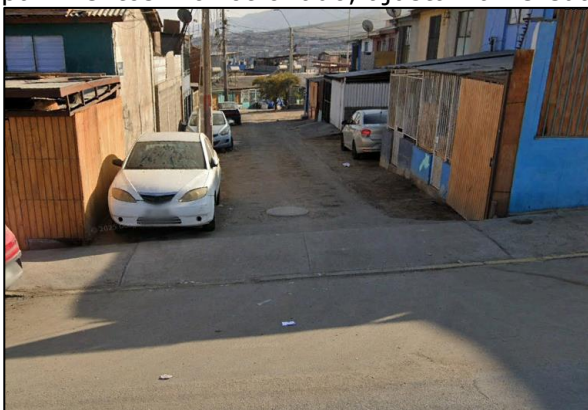
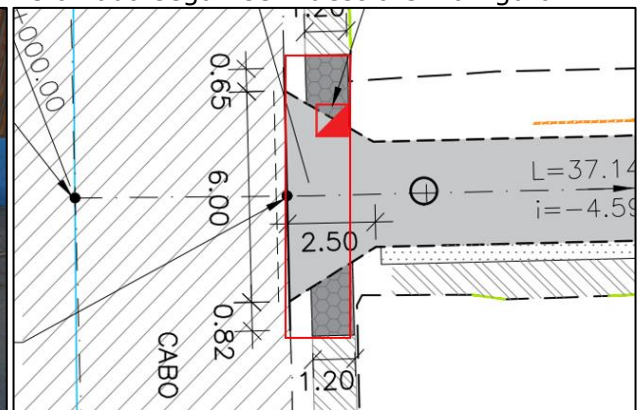

Figura 3
Figura 4
46. En la intersección con Cabo Juan Bolivar, se observa que la vereda existente se encuentra adosada a la solera (ver figura 3), situación que difiere de lo presentado en la planta de pavimentos. Por otro lado, ajustar la vereda reforzada según se muestra en la figura 4.